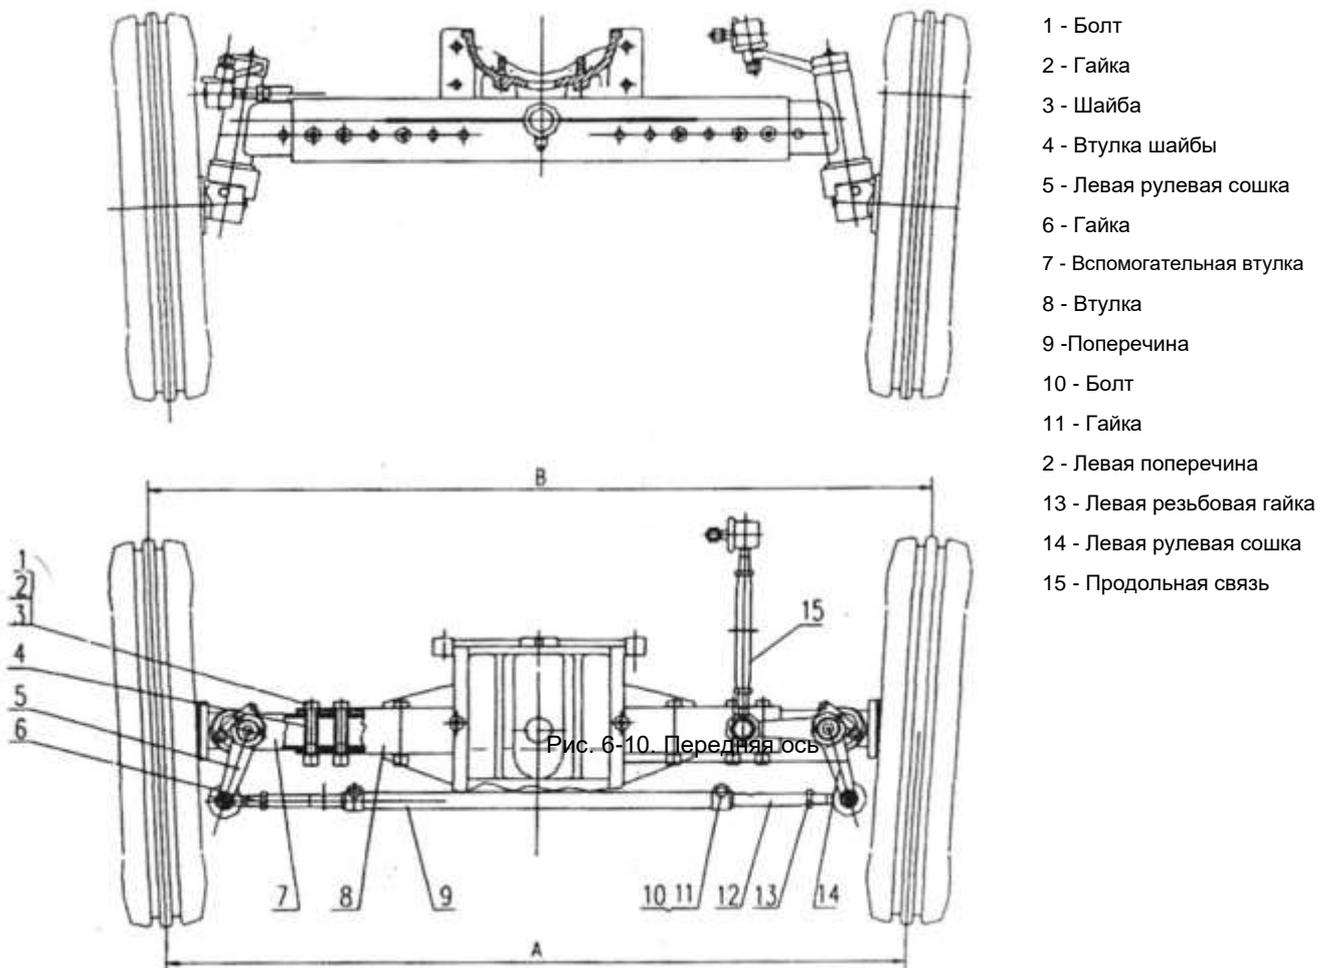

Рис. 6-10. Передняя ось
#### **(2) Регулировка схождения передних колес (Рис. 6-10):**